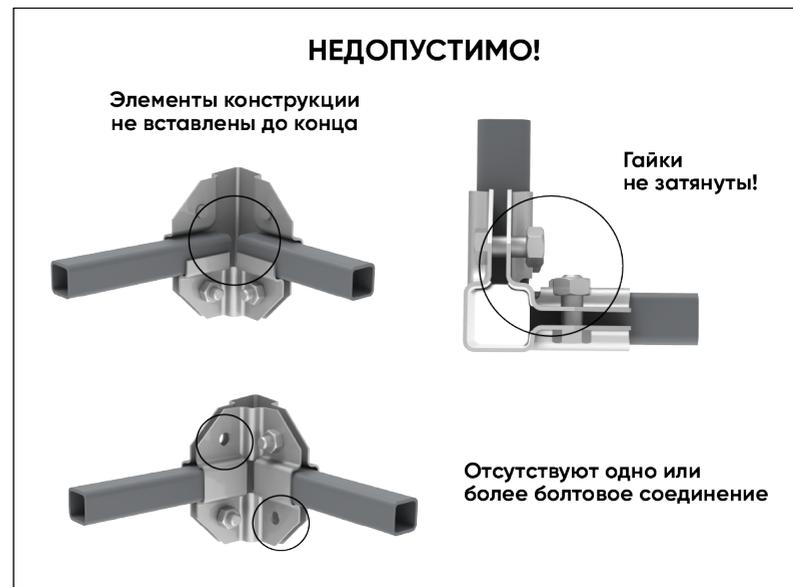

Рис. 15 – Примеры некорректной сборки узлов
2. Провести окончательный визуальный осмотр узлов с целью убедиться в полноценном прилегании профилей друг к другу, отсутствии зазоров, перекосов, незатянутых соединений и пр. (Рис. 15).